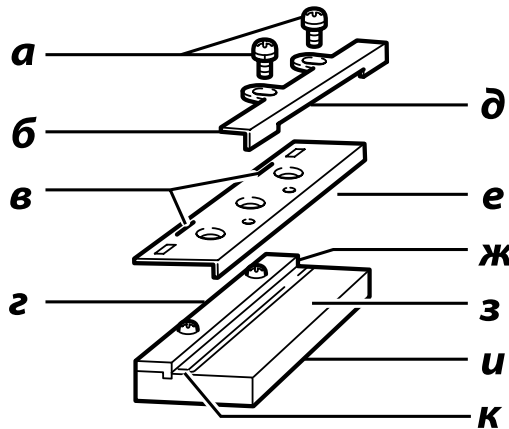

Рис. 3
2. Для установки лезвий, слегка присоедините регулировочную пластину к установочной пластине с помощью винтов с потайной головкой и установите мини-лезвие для строгального станка на шаблонное основание, чтобы отрезной край лезвия был полностью заподлицо с внутренним краем шаблонной пластины (Рис. 3).